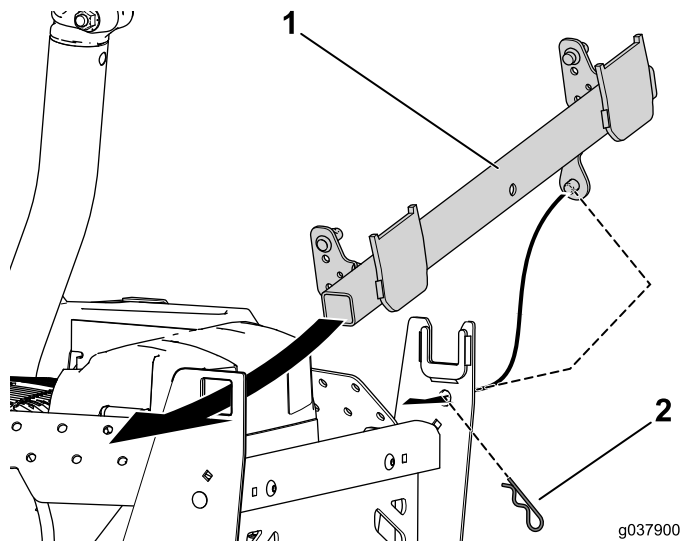

図 16
1. ピボットアセンブリの四角い方の端部を、左側バグーサポートの穴と、右側バグーサポートのポストに通す 図 16。
2. 取り付けポストにヘアピンコッターを通して、ピボットアセンブリをバグサポートに固定する 図 16。